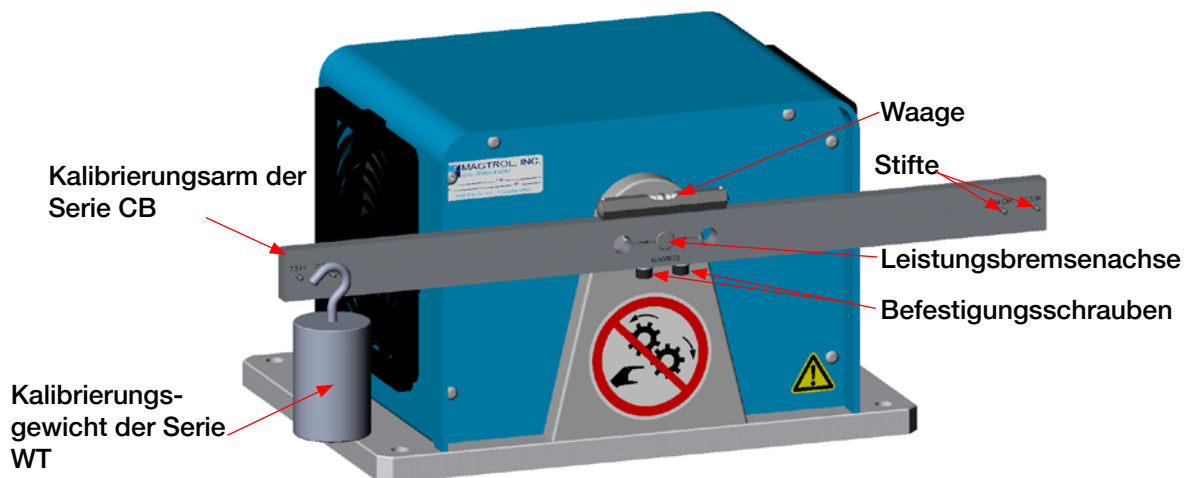

Bild 6–2 Kalibrierungskonfiguration
2. Kalibrierungsarm so wie auf Bild 6–2 auf die Leistungsbremse montieren. Kalibrierungsgewichte erst bei Schritt 6 anhängen.